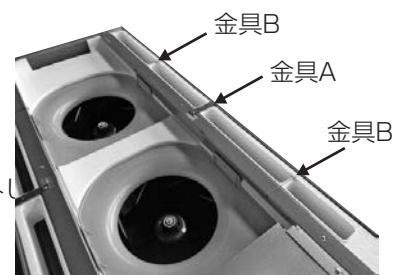

図2 金具A(金具B)を外す
(3) 吹出風量を減らしたい側（7：3の3側）を選定してください。
(4) 本体から吹出風量を減らしたい側の金具Aを外してください。(図2)